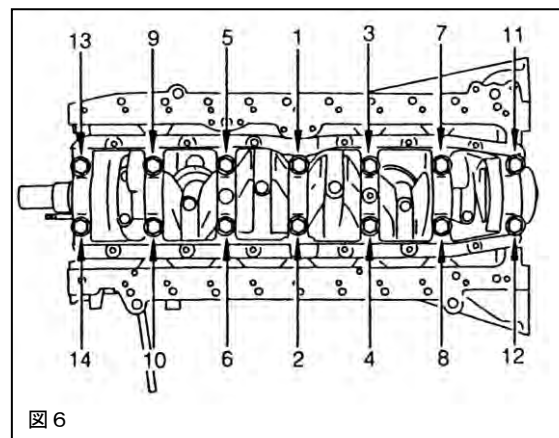

図6
- 3.5 取付けボルトのネジ部と座面にエンジンオイルを塗布し取付けてください。取付けは図6の番号順に取付けボルトを締付けてください。